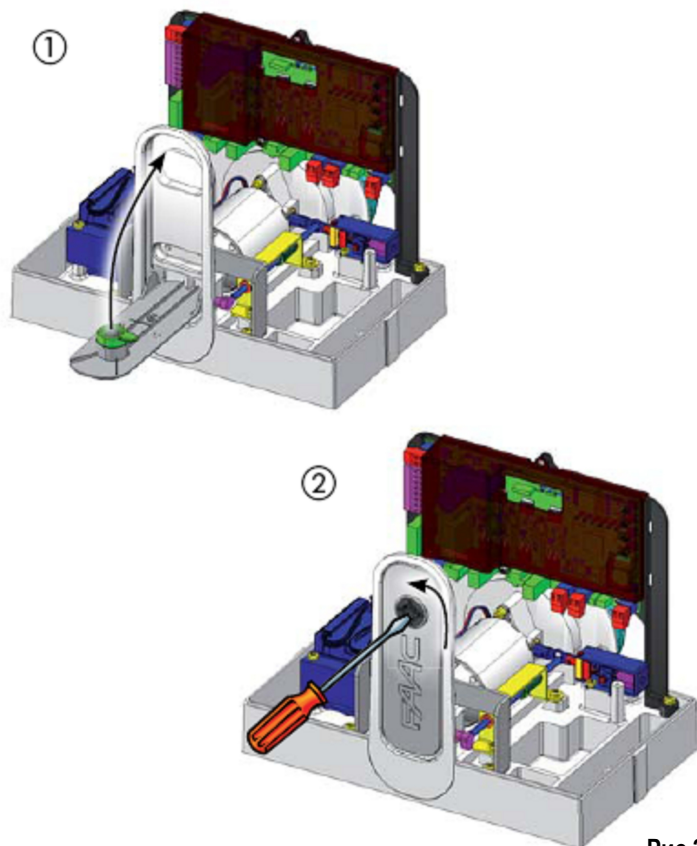

Рис.22
- 1) Рычаг разблокировки поднимается до упора (рис.22 поз. 1)
- 2) Ключ разблокировки поворачивается против часовой стрелки, как показано на рис. 22 (поз.2).